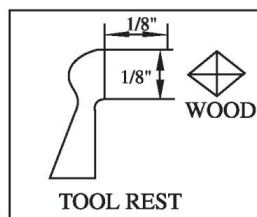

Figure 3
9. Réglez le porte-outil à environ 1/8" des coins du bois et à 1/8" au-dessus de la ligne centrale. Verrouillez la base du porte-outil et le porte-outil (comme sur la figure 3).